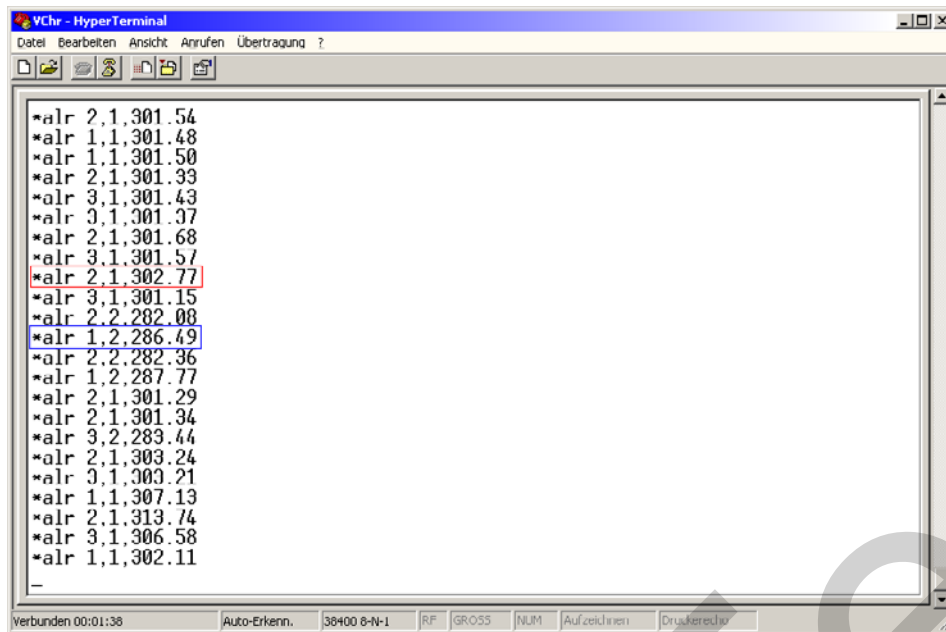

Abb. 130 Hyperterminal mit Auswahl, Daten VarioCAM® high resolution
- **"X"** Extern – übergibt den Alarmwert in Kelvin über RS232* Schnittstelle der VarioCAM® hr aus (vgl. Beispiel zur Ausgabe des Temperaturalarms über das Hyperterminal, Seite 60, Abb. 130).
Die Ausgabe des Temperaturalarms erfolgt in der Form: "**alr**" + "**ID bzw. Nummer des Messgebietes (1 bis 5)**" + "**Alarmnummer (1/2)**" + "**aktuelle Temperatur in Kelvin**". In Abb. 130 sind hierfür zwei Beispiele hervorgehoben, welche sich auf die in Abb. 125 gewählten Alarmdefinitionen beziehen: